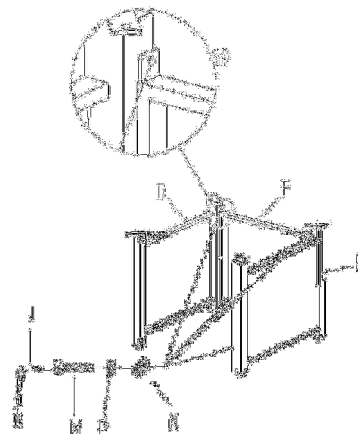

Figura 1
1. Fije el lado izquierdo (D), el lado derecho (E) y el dorso (F) con 4 tornillos  $\frac{1}{4}$  in x 15 mm (M), 4 arandelas planas (N) y 4 arandelas de resorte (P) con la llave Allen J) como se muestra a la derecha, (ver Figura 1).